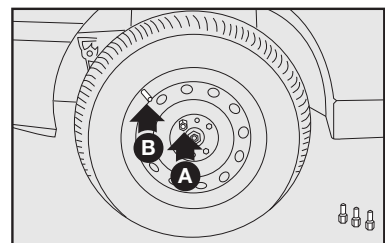

fig. 9
7) Atarraxar apenas um dos parafusos **A-fig. 9**, em correspondência com a válvula de enchimento **B**;